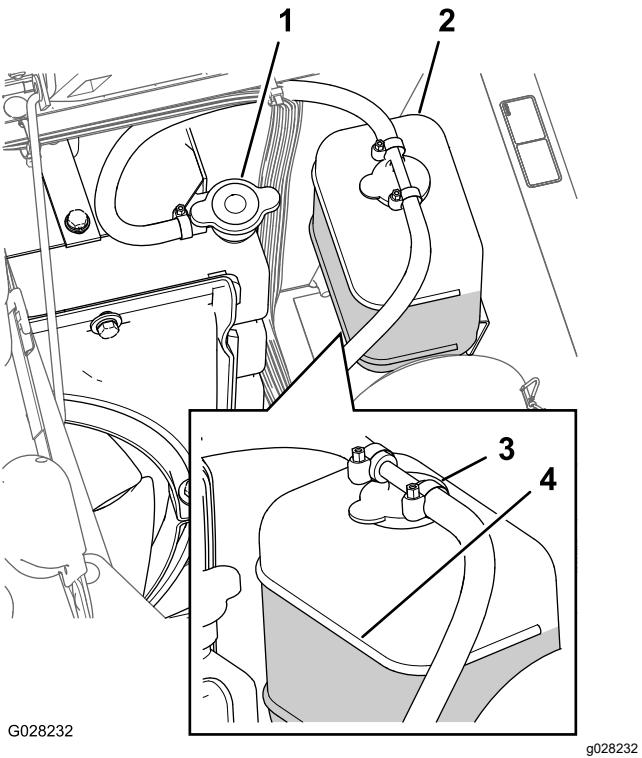

Рисунок 93
3. Осторожно снимите крышку радиатора и крышку расширительного бачка (Рисунок 93).
- Примечание:** Радиатор должен быть заполнен до верха заливной горловины, а расширительный бачок должен быть заполнен до отметки «Полный» на бачке (Рисунок 93).
5. Если уровень охлаждающей жидкости низкий, снимите крышку расширительного бачка и крышку радиатора, долейте жидкость в расширительный бачок до отметки «Полный» и в радиатор до верха заливной горловины (Рисунок 93).
6. Установите крышку радиатора и крышку расширительного бачка (Рисунок 93).
2. Подождите, когда двигатель остынет, затем снимите крышку радиатора (Рисунок 93).
6. Снимите крышку радиатора (Рисунок 93).
8. Запустите двигатель с незатянутой крышкой на радиаторе (Рисунок 93).
10. После прогрева охлаждающей жидкости доведите уровень охлаждающей жидкости до уплотнительной поверхности и затяните крышку (Рисунок 93).
11. Откройте крышку расширительного бачка и заполните бачок охлаждающей жидкостью до уровня Cold (Холодный) (Рисунок 93).